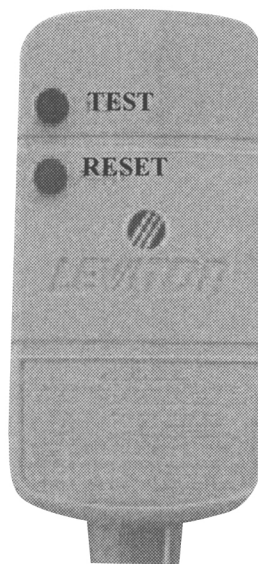

Figure 1. Prise GFCI 110 V/ 15 A
- Tous les spas fonctionnant sur du 110 V doivent être munis d'un disjoncteur GFCI (figure 1). Celui-ci peut être une boîte électrique GFCI de 15 A ou un ensemble fil-prise GFCI (CKIT110 – Réf. ELE09700086).